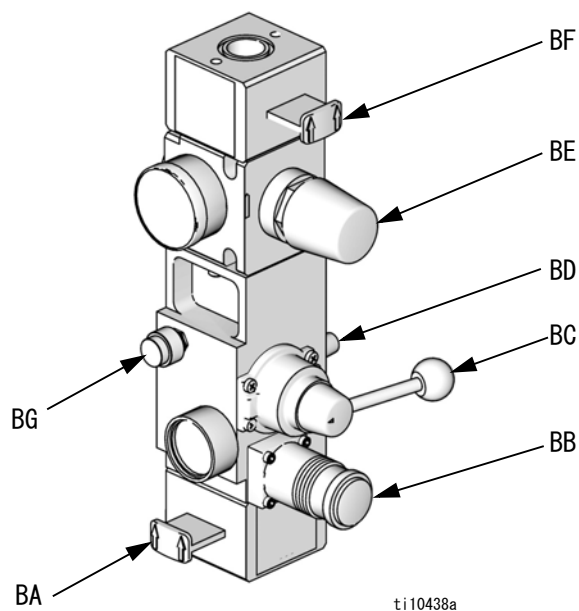
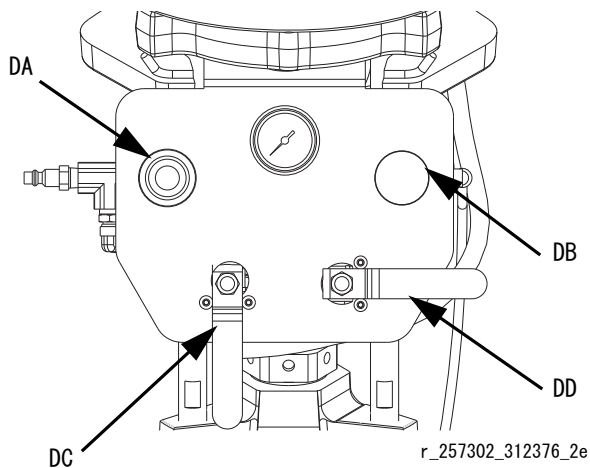

図 3. 統合エアコントロール
図 7 : 昇降機エアコントロール
| G 統合エアコントロール (図3を参照してください)                            | U エアラインドレインバルブ (別売) |
- G 統合エアコントロール (図 3 を参照してください)
- D200s、D200、S20 および D60 のエアコントロールの場合：図 3、12 ページを参照してください。
- エアモータースライダバルブ (BF) と主エアスライダバルブ (BA) を閉めます。
- ディレクタバルブ (BC) を上下に動かしてラムのシリンダからエアを抜きます。
- L20c エアコントロールの場合：図 7、ページを参照してください。
- エアモーターバルブ (DC) および昇降機ディレクタバルブ (DD) を閉めます。ラムはゆっくり降下します。
- 液体ラインドレインバルブとポンプ エア抜きバルブ (P) を開けます。排液を受けるために容器を用意します。
- 再度スプレーする準備ができるまでは、ポンプエア抜きバルブ (P) を開けたままにします。